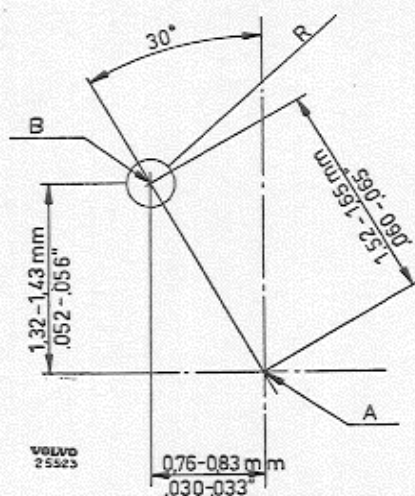

Abb. 33. Exzentrizität der Bremsbeläge 661279.
Nach dem Kleben sind die Beläge auf vorchriftsmäßige Abmessung zu schleifen. Da der hintere Bremsbelag der Vorderräder exzentrisch geschliffen werden soll, bedarf dieser Arbeitsgang eine Schleifmaschine, die für diesen Typ von Bremsbelägen einstellbar ist. Verschiedene Fabrikate dieser Maschinen sind vorhanden, weshalb das Schleifen von der Konstruktion der Maschine abhängig ist. Aus der Abb. 33 geht hervor, wieviel der Drehpunkt im Verhältnis zum Mittelpunkt der Bremsbacken beim Schleifen der exzentrischen Beläge (Ersatzteilnummer 661279) verschoben sein soll. Für die übrigen Beläge stimmt der Drehpunkt mit dem Mittelpunkt der Bremsbacke zusammen. Der Schleifradius (R) = dem Halbkreis der Bremstrommel abzüglich 0,1—0,2 mm. Bei Maschinen, die für Trommeldurchmesser eingeteilt sind, ist somit ein Wert einzustellen, der 0,2—0,4 mm weniger als der Bremstrommeldurchmesser beträgt. Bevor die Beläge fertiggeschliffen werden, sind sie abzuschrägen.